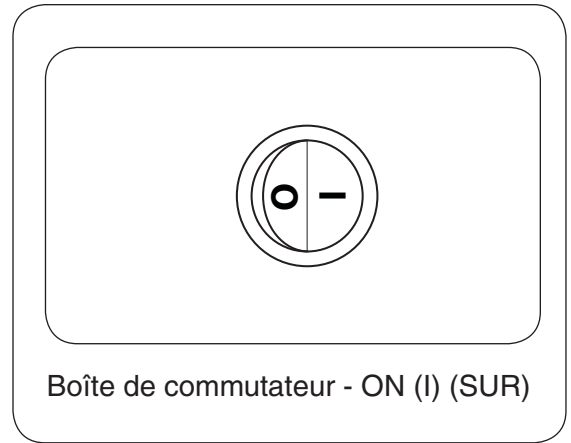

Fig. 30-1 Allumage manuel
1. Repérez l'interrupteur ON/OFF (sur/éteindre) à l'avant de la boîte de commutation. Appuyez sur l'interrupteur sur la position **ON (I)** (sur). Voir Fig. 30-1.